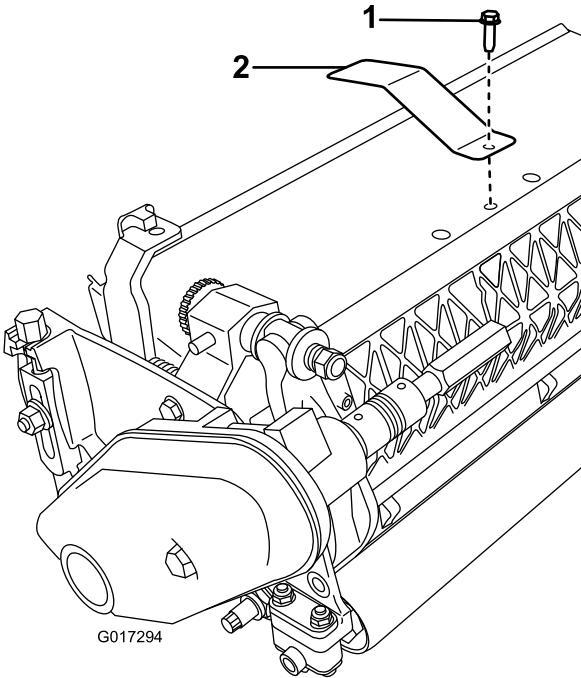

Bild 3
2. Entfernen Sie die mittlere Grasschutzblechschaube (Bild 3).
3. Befestigen Sie die Zielplatte mit der vorher entfernten Schraube oben an der Schneideeinheit (Bild 3).